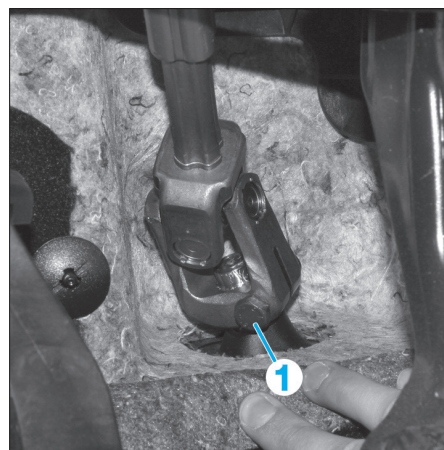

FIG. 18
- A l'intérieur du véhicule, déposer la vis (1) (Fig.18), puis extraire la colonne de direction du boîtier.